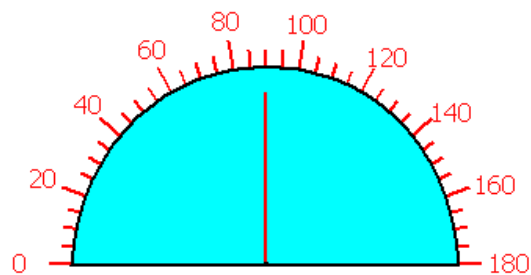

Рисунок 4-69
3. Для того чтобы нарисовать счетчик, нажмите левую кнопку мыши и перетащите курсор в окне редактирования. Смотрите рисунок 4-69 - пример счетчика.